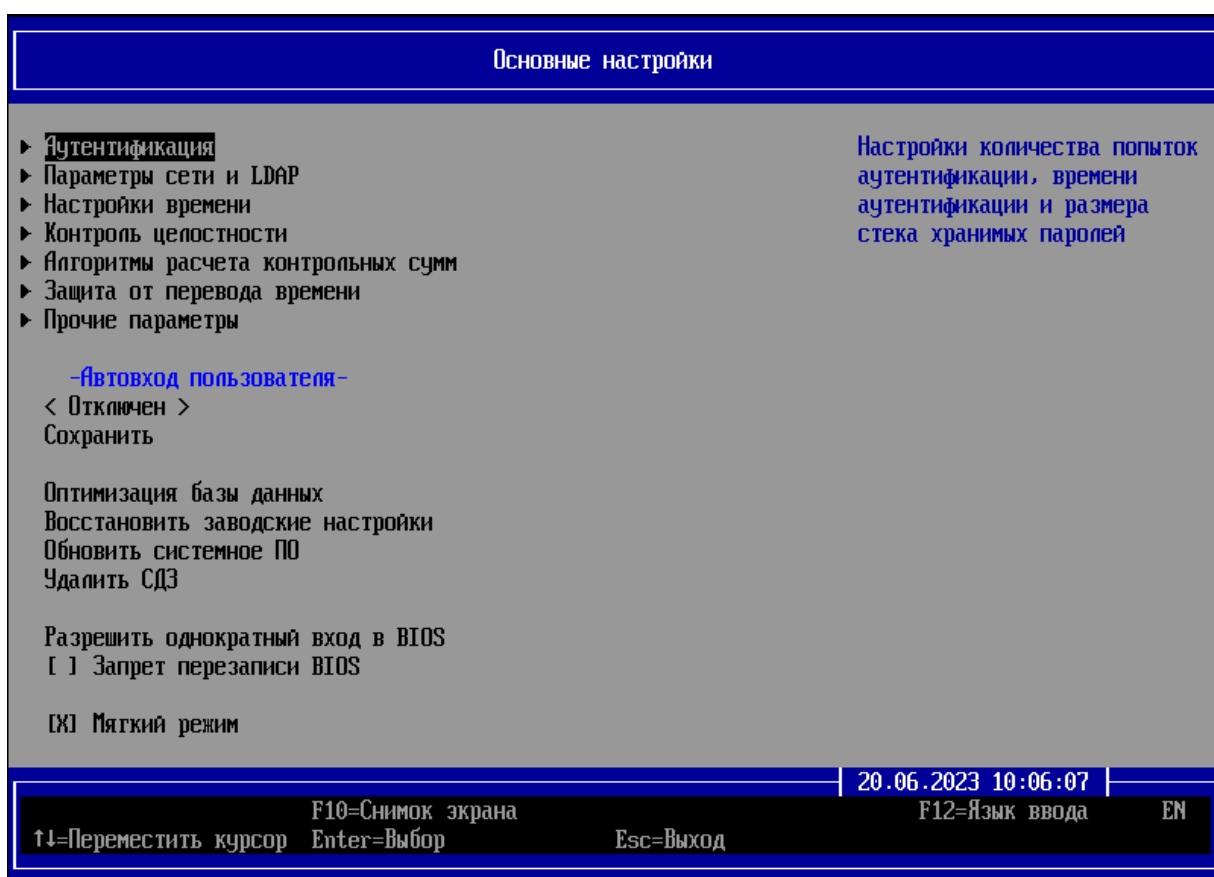

Рисунок 10.4 – Диалоговое окно «Основные настройки» псевдографической консоли
10.2.1 Возможно выполнение операции удаления с помощью псевдографической консоли изделия. Для этого необходимо выполнить переход в меню: **Общие параметры** → **Основные настройки** (рисунок 10.4).